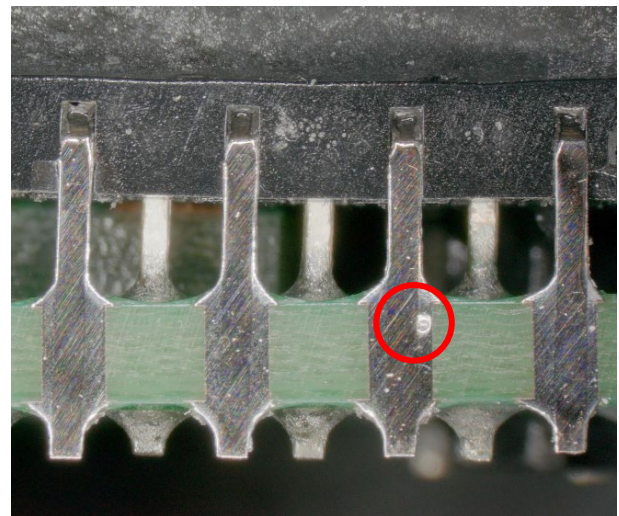

Abbildung 14: Luftkavität (Querschnitt)
- weniger als 30 % Luftkavitäten, siehe Abbildung 14.